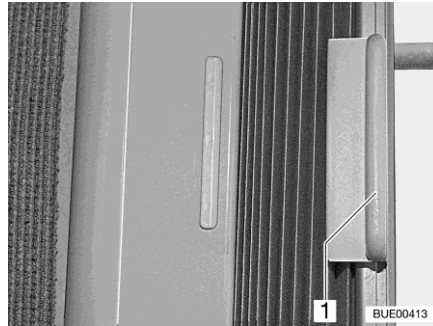

Fig. 45 Tendina oscurante pieghevole (finestrino laterale)
- Apertura e chiusura:** ■ Tenere la tendina oscurante pieghevole per la maniglia (Fig. 45,1) e spingere verso sinistra o verso destra.